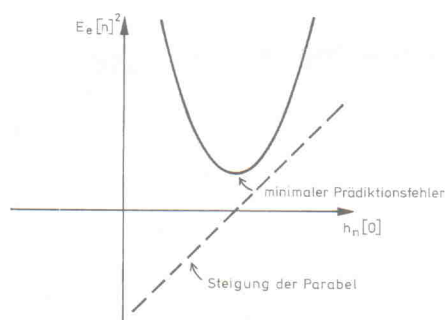

Bild 6.
Man erkennt die quadratische Abhängigkeit dieses Ausdrucks vom Filterkoeffizienten h_n . In einer grafischen Darstellung entspricht dies einer Parabel (siehe Bild 6). Um das Minimum zu finden, kann man sich der aus der Mathematik bekannten Methoden zur Extremwertsuche bedienen. Hierzu betrachtet man die *Steigung* des mittleren quadratischen Fehlers, die
Die Steigung hängt also nur noch linear vom Filterkoeffizienten $h_n[0]$ ab; in Bild 6 entspricht dies einer Geraden, die genau dort die Abszisse schneidet, wo die Parabel ihr Minimum erreicht. Mathematisch erhält man diese Stelle, indem man Formel (7) gleich Null setzt und nach $h_n[0]$ auflöst:
soll zunächst bei dem einfachen Fall mit nur einem Filterkoeffizienten anhand von Bild 6 erklärt werden. Man startet an einer beliebigen Stelle auf der Parabel, die mehr oder weniger weit vom Minimum des MSE entfernt liegt. Man erkennt, daß die Steigung positiv ist, wenn man sich rechts vom Minimum des MSE befindet, und negativ, wenn man sich links vom Minimum des MSE befindet. Anhand der Steigung kann man also die Richtung ablesen, in die man sich bewegen muß, um zum Minimum zu gelangen. Hieraus folgt die erste Regel für die Adaption: Verringere den Filterkoeffizienten, wenn die Steigung positiv ist, und vergrößere den Filterkoeffizienten, wenn die Steigung negativ ist. Nun stellt sich direkt die Frage, um wieviel der Filterkoeffizient jeweils vergrößert oder verkleinert werden muß. Würde man eine konstante Änderung verwenden, dann würde sich der MSE Schritt für Schritt dem Minimum nähern und anschließend immer zwischen einem Wert links und rechts vom Minimum oszillieren. Je kleiner die Schrittweite, desto länger würde die Adaption dauern und je größer die Schrittweite, desto stärker wäre die Oszillation um das Minimum. Dies ist sicherlich nicht im Sinne des Erfinders. Besser ist es, wenn man die Schrittweite variabel wählt. Sofern man sich noch weit vom Minimum befindet, kann man ohne Probleme große Schritte verwenden, um möglichst schnell in den gewünschten Bereich zu gelangen. Je mehr man sich dem Minimum nähert, desto kleiner sollte die Schrittweite werden. Aus Bild 6 ist ersichtlich, daß die Steigung des MSE ein Maß für die Entfernung zum Minimum darstellt; eine mögliche Lösung besteht also darin, die Schrittweite hierzu proportional zu wählen. Die Berechnung der Steigung ist einfach möglich, wenn man die Kettenregel bei der Ableitung anwendet, nach der gilt: